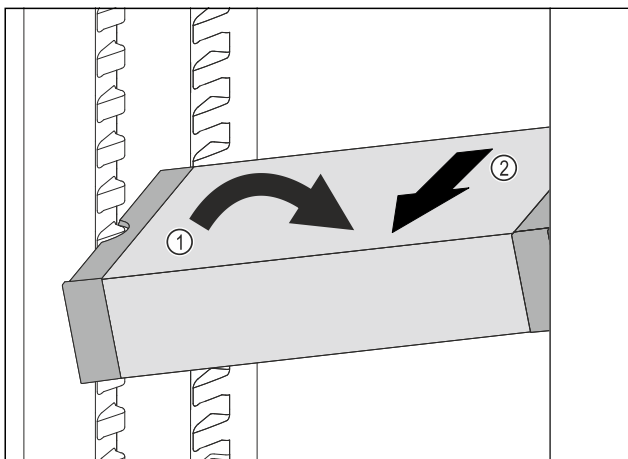

Fig. 101
- VarioSafe im Kühlteil schräg stellen. Fig. 101 (1)
- VarioSafe nach vorne entnehmen. Fig. 101 (2)